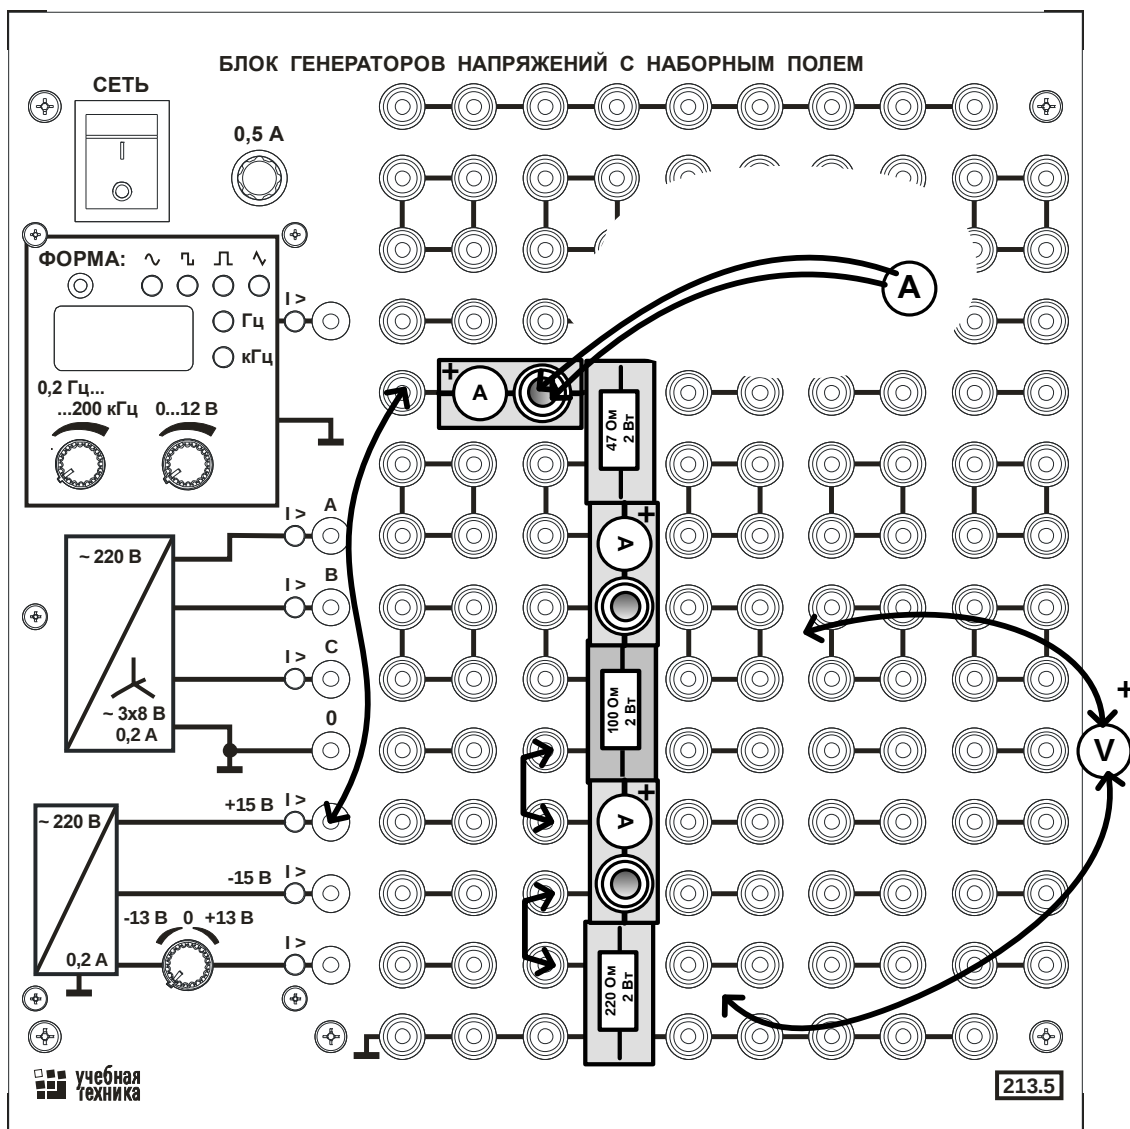

Рис. 2.4. Монтажная схема.
- Соберите цепь согласно монтажной схеме (рис. 2.4.). Последовательно с резисторами 47, 100 и 220 Ом включите специальные миниблоки для подключения амперметра.